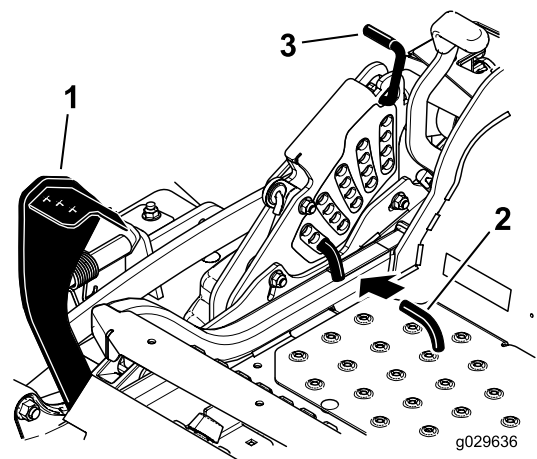

Figura 97
5. Empuje el pedal de elevación de la carcasa hacia delante del todo, hasta que la carcasa se enganche en la posición de transporte de 14 cm (Figura 97).